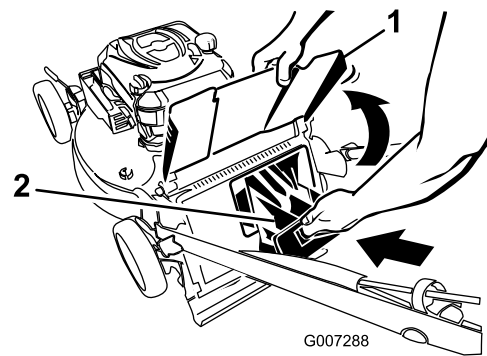
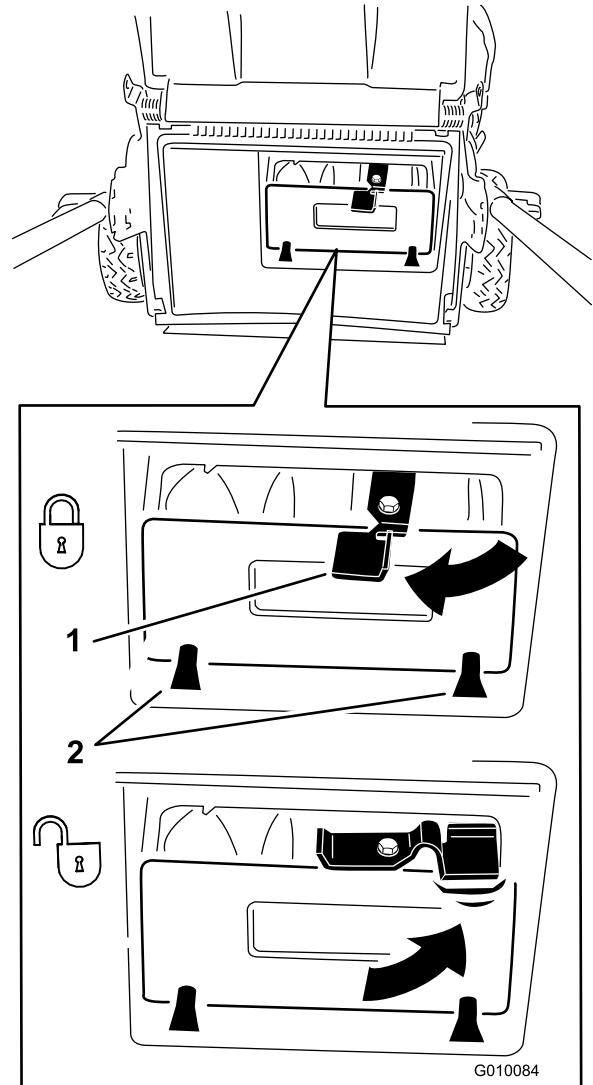

Figure 27
Figure 28
**Important:** Vérifiez que l'obturateur de l'éjecteur arrière est bien verrouillé en place. Pour enlever l'obturateur : relevez le déflecteur d'éjection (Figure 27), appuyez fermement sur l'obturateur jusqu'à ce qu'il s'enclenche en position derrière les languettes, et tournez le levier situé sur l'obturateur vers la gauche (Figure 28).
**Remarque:** Pour déverrouiller l'obturateur, tournez le levier situé dessus vers la droite (Figure 28).